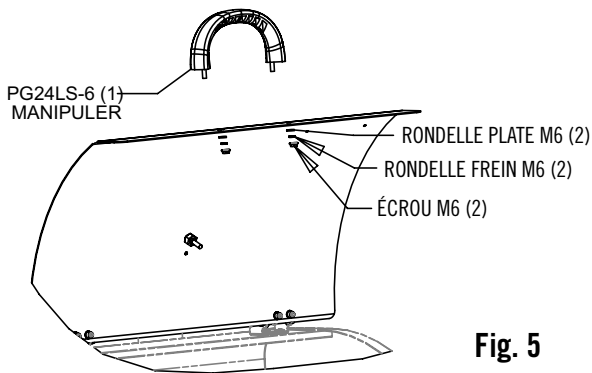

Fig. 5
1. Monter la poignée comme indiqué à la Fig. 5.